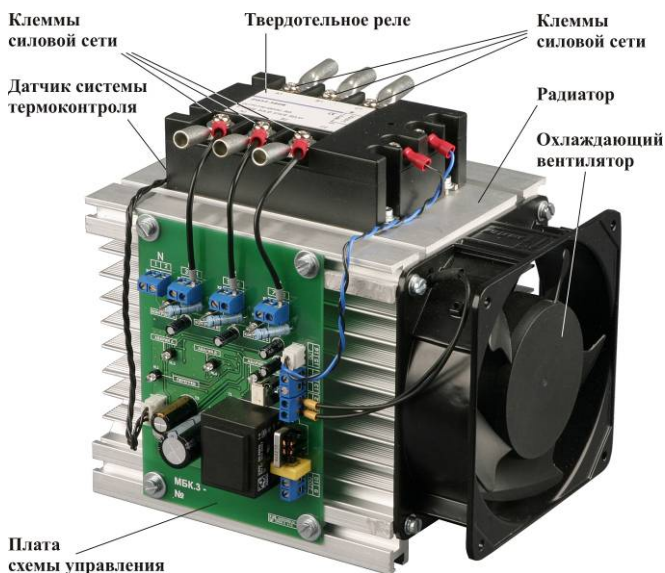

Рис. 1
3.1. Модуль (рис.1) представляет собой тиристорное твердотельное реле, установленное на алюминиевом радиаторе с применением теплопроводящей пасты КПТ-8. Твердотельное реле представляет собой бесконтактное тиристорное (симисторное) устройство коммутации мощной трехфазной нагрузки, управляемое постоянным напряжением. Коммутация нагрузки происходит в момент перехода сетевого напряжения через «ноль». Рядом с реле на верхней части радиатора установлен датчик системы термоконтроля (на рисунке показано место расположения датчика). На боковой стороне радиатора установлена печатная плата, содержащая схемы управления, термоконтроля, системы защиты и сигнализации. На торцевой части радиатора установлен охлаждающий вентилятор.